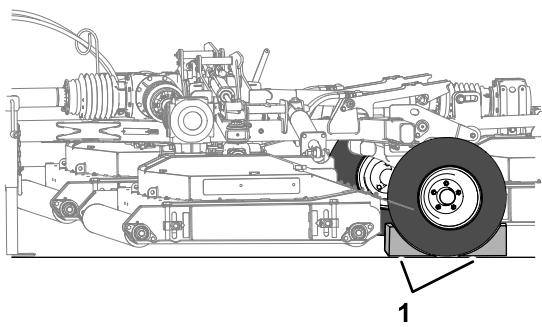

Figura 24
7. Fissate entrambi die Reifen des Rasenmäher mit den Gummizapfen (Figura 24).